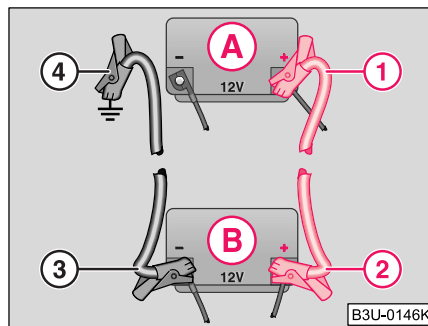

Abb. 147 Starthilfe mit der Batterie eines anderen Fahrzeugs: A - Entladene Fahrzeugbatterie, B - Stromgebende Batterie
- Befestigen Sie ein Ende am Pluspol ① ⇒ Abb. 147 der entladenen Batterie ①.